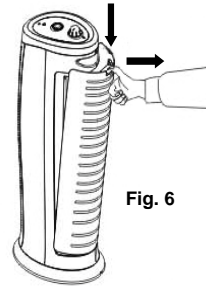

Fig. 6
1. Quite la rejilla de entrada de aire. (Fig. 6)
2. Quite la rejilla de entrada de aire. (Fig. 6)